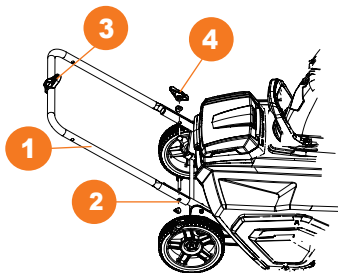

Рис. 2
- Установите среднюю рукоятку **1** (Рис. 2). Совместите отверстия **2** нижней и средней рукоятки, убедитесь, что фиксатор рукоятки **3** направления выброса расположен сверху. Установите в отверстия винты с шайбами и закрепите рукоятки барашковыми гайками **4**.